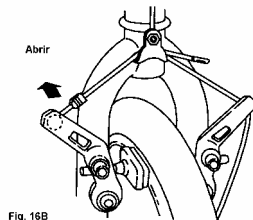

Fig. 16B
- 1) Separe las zapatas de freno (ver sección 6.3.1 Fig. 16B, C y D)
- (1) Separa las zapatas de freno (ver sección 6.3, Fig. 16B, C y D).
- (2) Coloca el cambio trasero en posición alta (la cadena sobre el piñón pequeño, el más exterior) y tira el cambio hacia atrás con la mano derecha.
- (1) Separa las zapatas de freno (sección 6.3, Fig. 16B, C y D)
- (2) Con una llave de 15 mm o con una llave inglesa de 6", suelta en aproximadamente 6 vueltas completas las dos tuercas del eje de la rueda.
- (3) Levanta la rueda delantera unos centímetros del suelo y golpea con la palma de la mano la parte superior de la rueda para sacar la rueda de las patillas de la horquilla.
- (1) Separa las zapatas de freno (ver sección 6.3.1 Fig. 16B, C y D).
- (2) Coloca el cambio trasero en posición alta (la cadena sobre el piñón pequeño) y tira el cambio hacia atrás con la mano derecha.
- (3) Suelta las dos tuercas del eje de rueda mediante una llave de 15.
- (4) Sin dejar de tirar del cambio hacia atrás, levanta la rueda trasera algunos centímetros del suelo, y empújala hacia delante y hacia abajo para que salga de las patillas.
La mayoría de los frenos de llanta llevan un sistema de cierre rápido que permite separar las zapatas para dejar pasar la cubierta cuando colocas la rueda en su sitio o cuando la sacas. Cuando el cierre rápido está abierto, el freno no funciona. Comprueba si sabes como funciona el cierre rápido de los frenos de tu bici (ver Fig. 16B, C & D) y controla antes de cada salida si los cierres rápidos están bien cerrados.